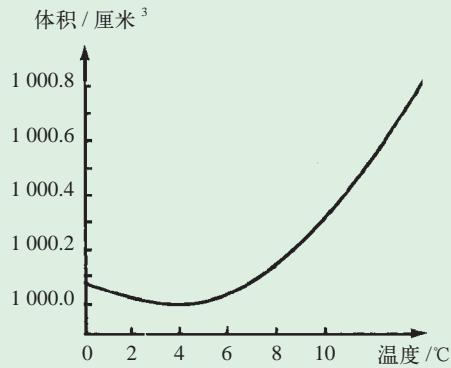

图 5-1-16
5. 根据图 5-1-16 中水的体积随温度变化的情况，简要分析水不适宜用作温度计内工作液体的原因。